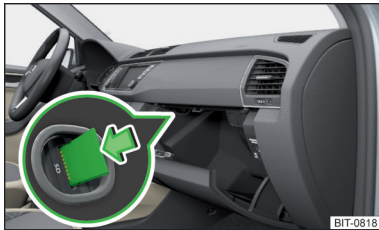
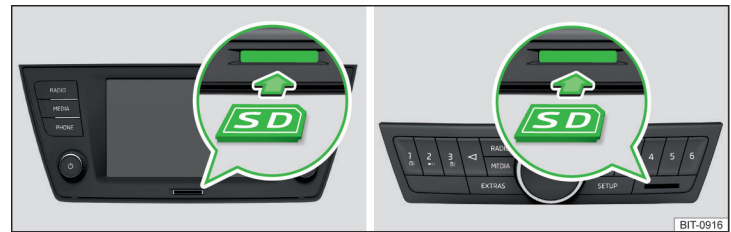

Abb. 146
Abb. 147 **Swing/Blues: SD-Karte einschieben**
- Die SD-Karte in den Schacht in Pfeilrichtung, mit der abgeschnittenen Ecke nach rechts gerichtet **einschieben**, bis diese „verrastet“ » Abb. 146 bzw. » Abb. 147.